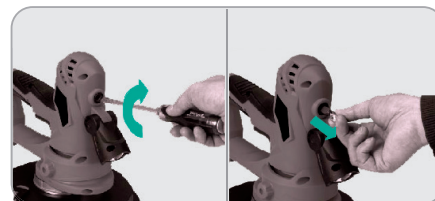

Fig.9
- Folositi surubelnita pentru a deschide capacul periei de carbune si scoateti peria uzata. (Fig. 9).